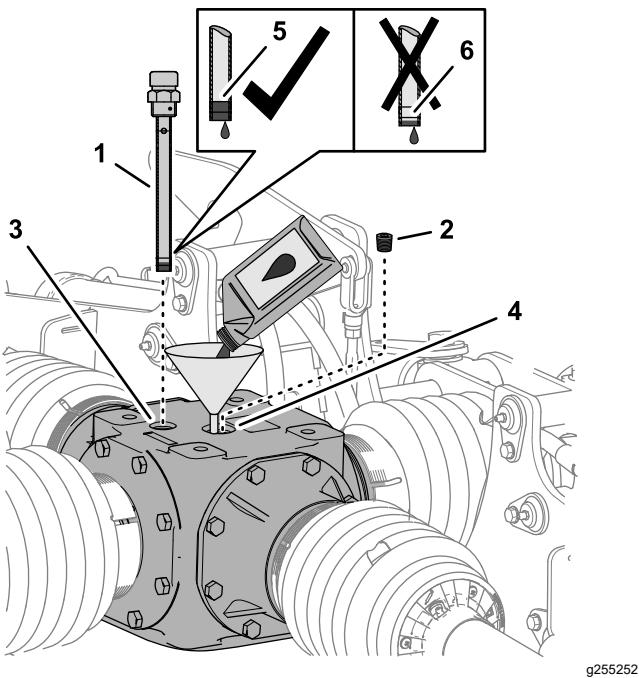

Рисунок 61
1. Извлеките масломерный щуп из отверстия в верхней части среднего редуктора и начисто протрите щуп (Рисунок 61).
2. Выверните пробку из заливного отверстия в верхней части редуктора (Рисунок 61).
3. Долейте 2,48 л трансмиссионного масла указанного типа в редуктор через заливное отверстие (Рисунок 61).
4. Заверните масломерный щуп в отверстие, выверните щуп и проверьте уровень масла по щупу (Рисунок 61).
6. Заверните масломерный щуп в заливное отверстие и затяните его (Рисунок 61).
7. Заверните пробку в заливное отверстие и затяните ее (Рисунок 61).